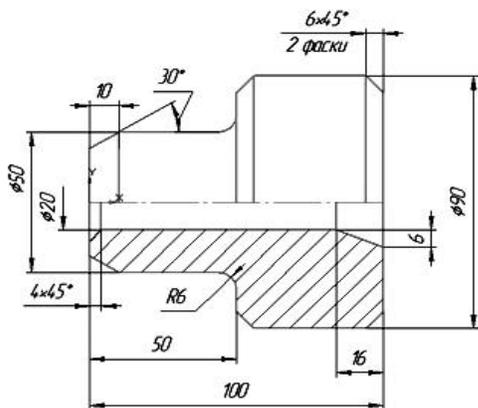

Рис. 101. Образец выполненного чертежа детали
3. Изучить чертеж образца (рис. 101) и выбрать из таблицы 5 данные согласно варианту, предложенному преподавателем.